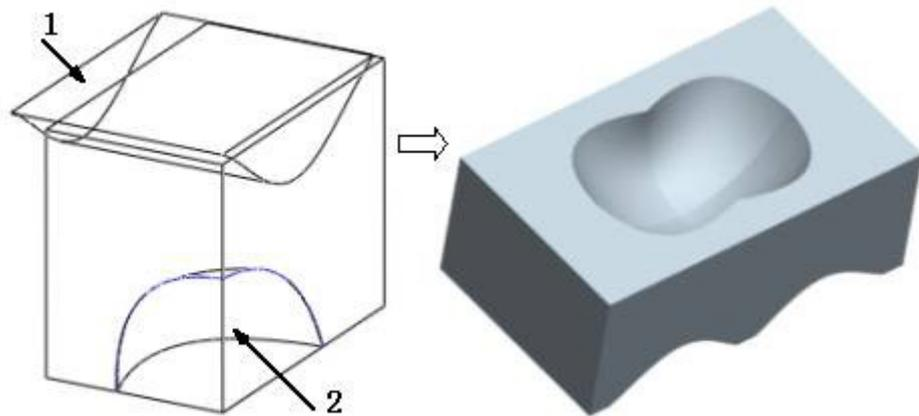
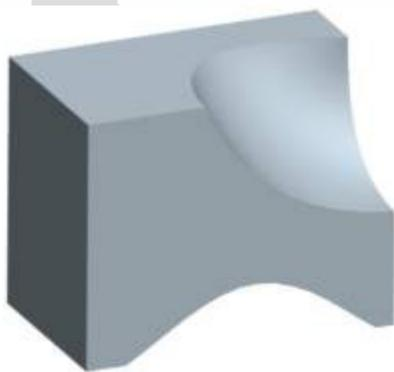

图 13-6 练习 13-5 操作示意图
图 13-7 曲面剪切实体后的模型
【练习 13-5】： 打开附盘 “\ch13\13-5.prt”文件，使用【实体化】、【镜像】命令，建立如图 13-6 所示的实体模型。
(1) 选择图 13-6 中箭头 1 指示的曲面，然后单击菜单【编辑】→【实体化】命令，打开实体化特征操控板。
(2) 单击  按钮，调整材料移除方向切除该曲面及其与之相交的实体。
(3) 同样方法，选择图 13-6 中箭头 2 指示的“嵌片”曲面，使用【实体化】命令修剪实体，结果如图 13-7 所示。
2. 镜像复制模型本身两次，完成如图 13-6 所示的模型。